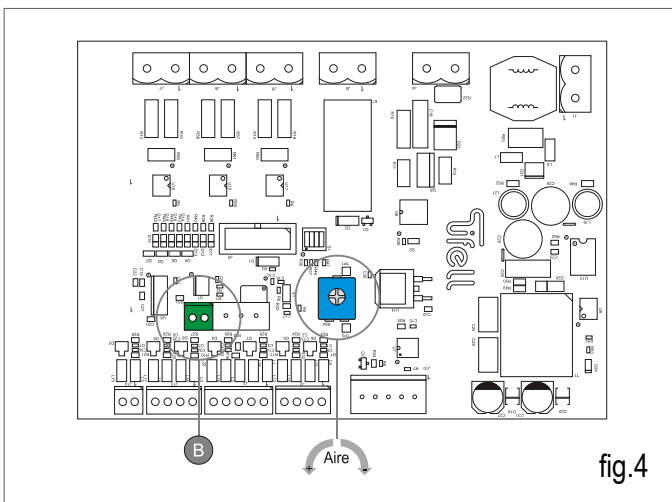

fig.4
- comprobar el valor de CO₂ que nos indica el analizador de combustión. Este valor debe de estar comprendido entre los valores indicados en la Tabla 1 en función del modelo. Si el valor de CO₂ es mayor del indicado actuar sobre el potenciómetro del circuito de modulación [fig. 4] en sentido anti-horario. Si el valor de CO₂ es menor del indicado, aumentar la presión mínima de la bomba en 1 o 2 bar como máximo.